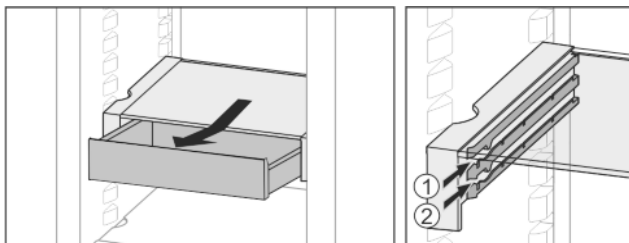

Fig. 24
- ▶ In beliebiger Höhe Fig. 24 (1) oder Fig. 24 (2) einschieben.